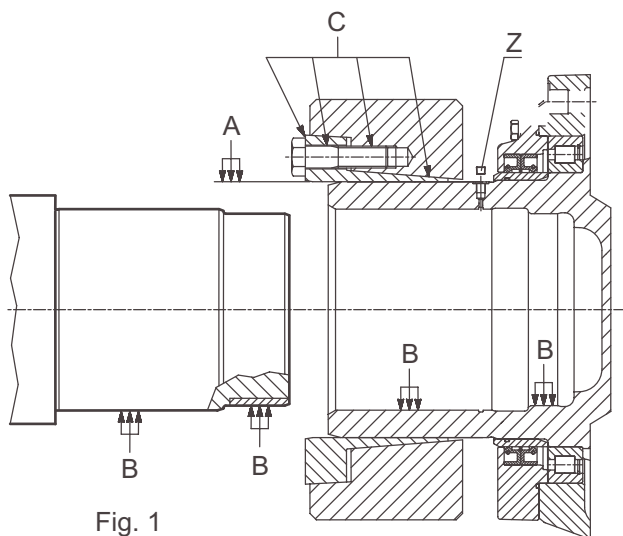

Fig. 1
- Lubrificare la sede del giunto (fig.1 pto. A).
- In caso di ripristino di giunto, smontare lo stesso ed ingrassare le zone "C" (vedi fig. 1).
- Togliere il tappo "Z" (vedi fig. 1) necessario per sfiatare l'aria in fase di montaggio dell'albero.
libero il tappo "Z" (vedi fig. 1).